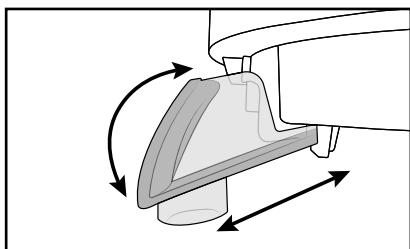

Abb. 1
- 1) Stecken Sie den Tresterbehälter **6** in die passende Aufnahme am Saftbehälter **5**. Gegenüberliegend muss der Saftauslauf **11** angebracht sein. Stecken Sie ihn zuerst mit dem Haken in die kleine Öffnung am Saftbehälter **5**, klappen ihn dann hoch und drücken ihn in die Halterung (siehe Abb. 1).
① Hinweis
- Nehmen Sie den Saftauslauf **11** für die Reinigung vom Saftbehälter **5** ab (siehe Abb. 1).